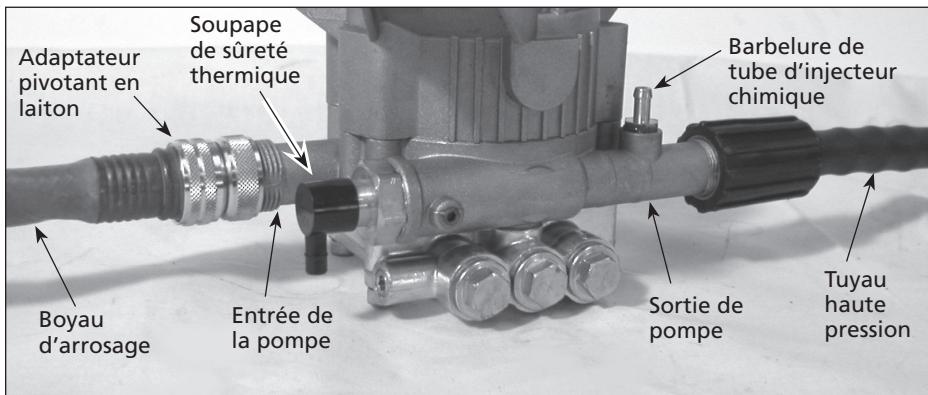
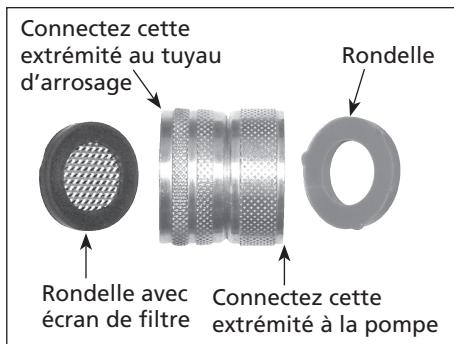

Figure 2 - Raccord de pompe
Figure 4 - Adaptateur articulé de laiton
- Adaptateur pivotant en laiton (voir la figure 2). Si ce n'est pas déjà fait, assemblez l'adaptateur articulé de laiton et fixez-le à l'entrée de la pompe (voir figures 4 et 5). Assurez-vous de raccorder le bon côté de l'adaptateur articulé de laiton à la pompe.
6. Connectez le flexible haute pression à la sortie de la pompe (voir les figures 2 et 6).